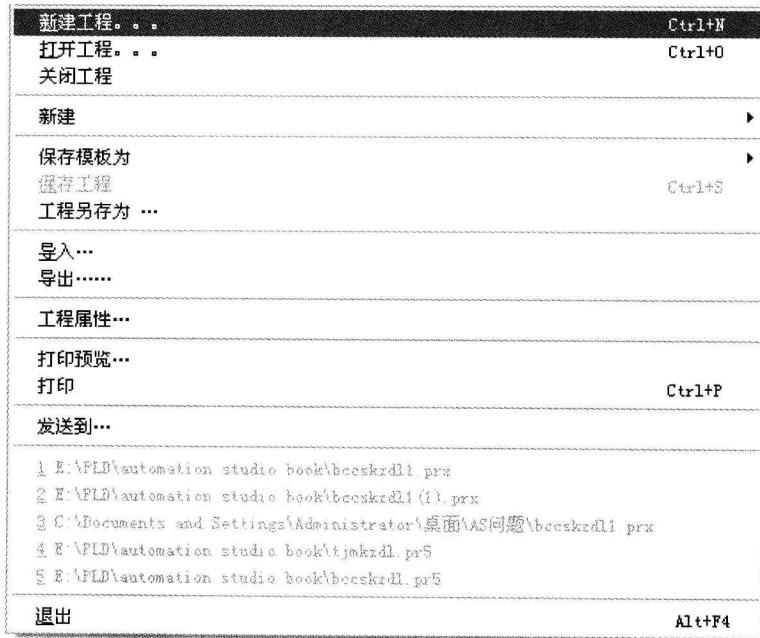

图 1-4 “文件”菜单
1) “文件”菜单 由所有与文件管理相关的菜单命令组成（新建、打开、保存和打印），如图 1-4 所示。